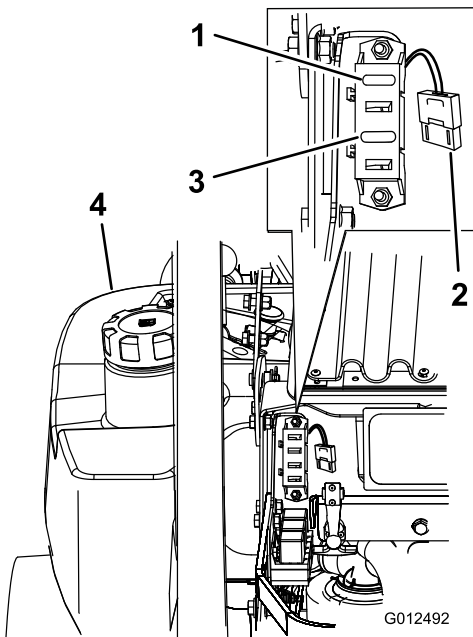

Bild 48
1. Entriegeln Sie die Motorhaube und heben Sie sie an, um die Sicherungsfassung zugänglich zu machen (Bild 48).
3. Setzen Sie eine neue Sicherung ein (Bild 48).